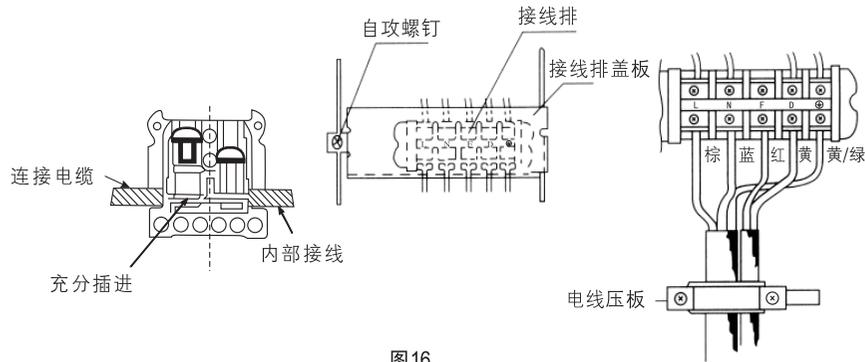

图16
- 连接电缆连接结束后，必须按图16所示装上接线排盖板。
(2) 电线连接顺序
- 分别按不同的线色充分插入相应规定的端子孔内并牢牢固定，如图15及图16所示。（紧固力矩5kgf.cm）